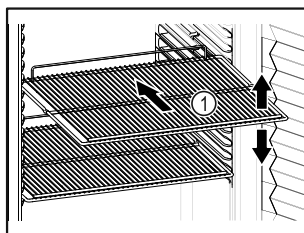

Fig. 71 Atvaizdo pavyzdys
- Jei pastatymo grotelės Fig. 71 (1) galima perkelti, pritaikykite atsižvelgdami į aukštį.